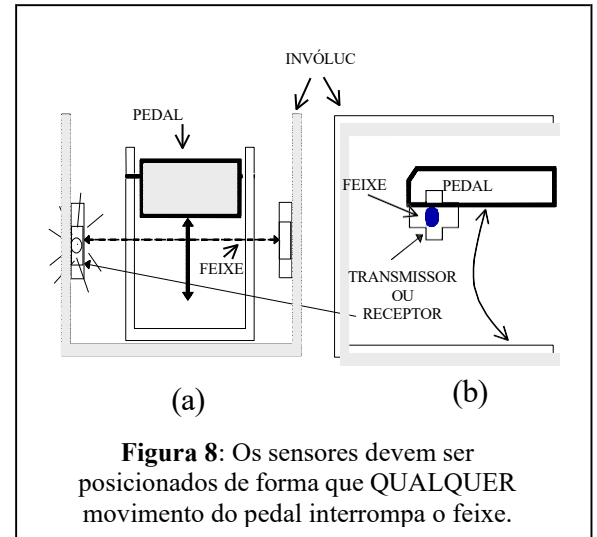

Figura 8: Os sensores devem ser posicionados de forma que QUALQUER movimento do pedal interrompa o feixe.
4. Na parte interna do invólucro do pedal (Figura 8), posicione o Sensor de Transmissão e o Sensor de Recepção em lados opostos do pedal. Não posicione os sensores nas laterais do pedal.